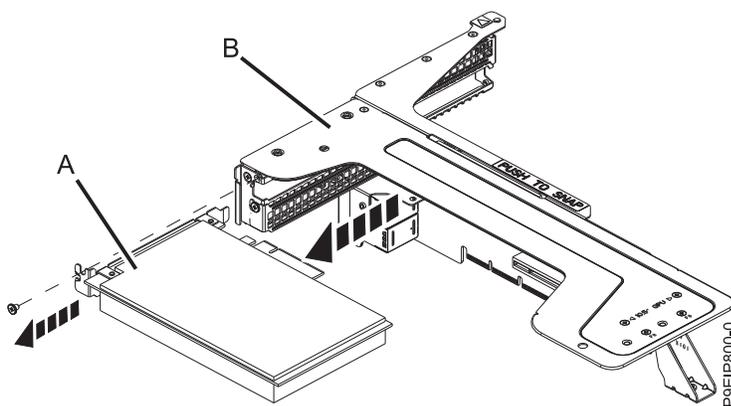

図 46. ライザーからの位置 2 のアダプターの取り外し
- h. 位置 2 のアダプター (A) のプラグを PCIe アダプター・ライザー (B) から抜きます (図 46 を参照)。